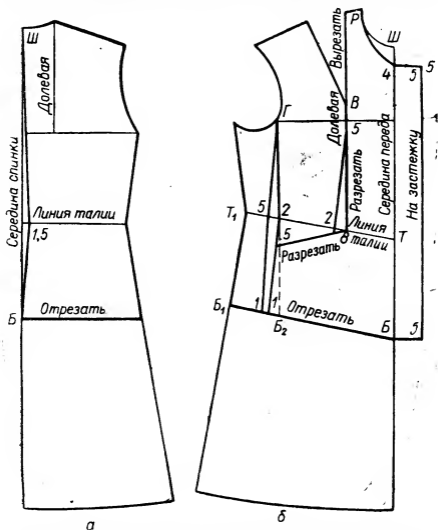

Рис. 331. Нанесение линий фасона жакета с подрезами по линии талии: а — спинка; б — перед
линейке с точкой Ш и точкой Б (рис. 331, а). По линии бедер наносят линию разреза.
**Полочка.** По линии бедер наносят линию разреза (рис. 331, б). От точки Т влево по линии талии откладывают 8 см, точку 8